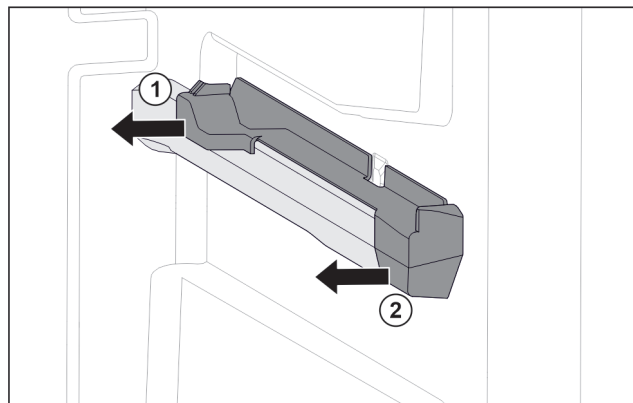

Fig. 61 Påsettsingsdel på høyre beholderribbe
- Trekk av påsettsingsdel bak til siden. Fig. 61 (1)
- Trekk av påsettsingsdel foran til siden. Fig. 61 (2)